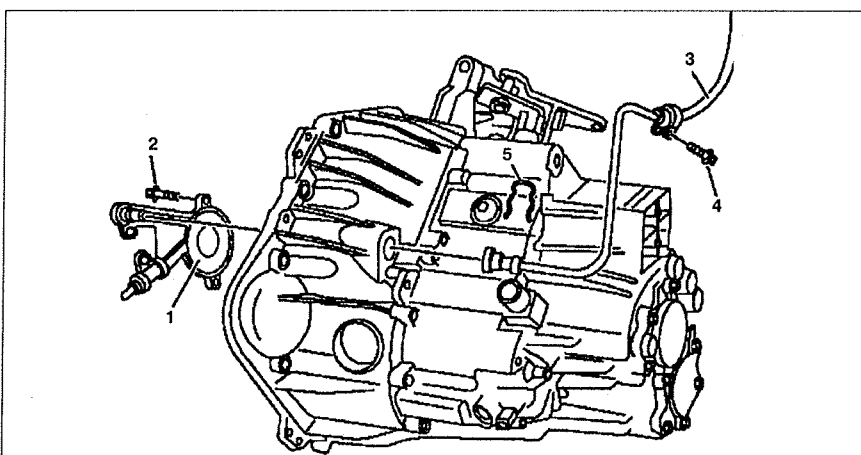

Рис. 6.4. Рычаг выключения сцепления (только на автомобилях с двигателем 611.980):
7. Открутите болт 4 хомута крепления нагнетающей трубки 3 к корпусу трансмиссии (см.рис.6.4).